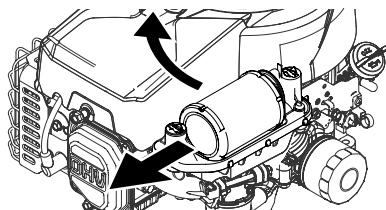

Figura 12
3. Tire hacia arriba en un ángulo y luego remitir a quitar el filtro de aire (Figura 12).